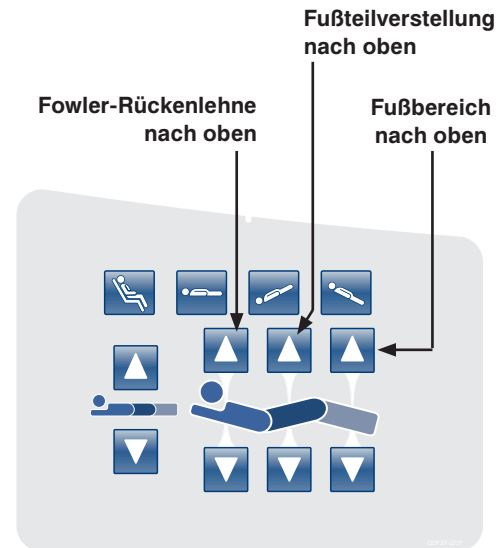

Abbildung 21: Bedienkonsole am Seitengitter des Kopfendes - (Rechte Seite abgebildet)
22. Die Taste **Fowler-Rückenlehne nach oben** drücken, bis die Fowler-Rückenlehne die höchste Position erreicht; dann die Taste **Fußteilverstellung nach oben** drücken, bis die Fußteilverstellung die höchste Position erreicht; zuletzt die Taste **Fußende nach oben** drücken, bis der Fußbereich die höchste Position erreicht (siehe Abbildung 21). Der Fußbereich sollte sich in einer flachen Position befinden.